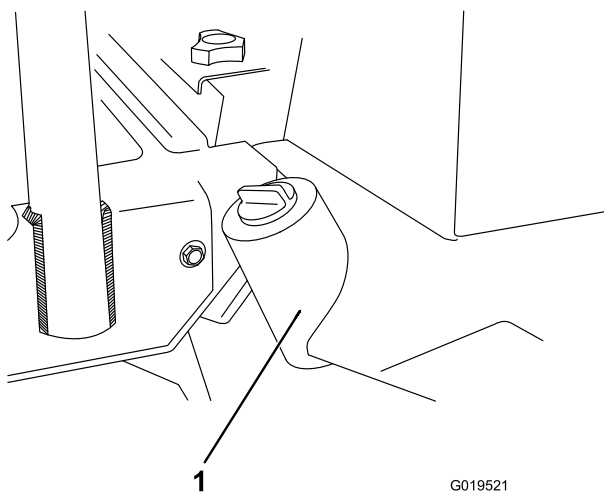

Figure 77
2. Retirez le bouchon de vidange au fond du réservoir (Figure 77) et laissez couler le liquide hydraulique dans un bac de vidange. Revissez le bouchon de vidange en place lorsque tout le liquide s'est écoulé.